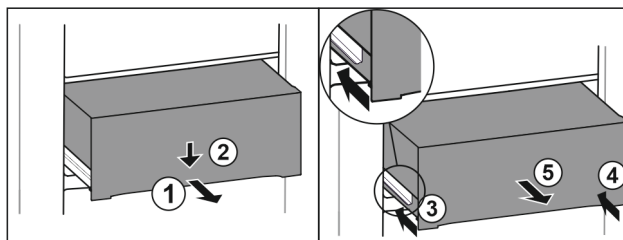

Fig. 95
- ▶ Vytiahnite zásuvku do polovice. Fig. 95 (1)
- ▶ Zatlačte zásuvku na prednej strane smerom nadol. Fig. 95 (2)
- ▶ Zasuňte ľavú koľajničku o cca 2 cm. Fig. 95 (3)
- ▶ Zasuňte pravú koľajničku o cca 2 cm. Fig. 95 (4)
- ▶ Odoberte zásuvku dopredu. Fig. 95 (5)